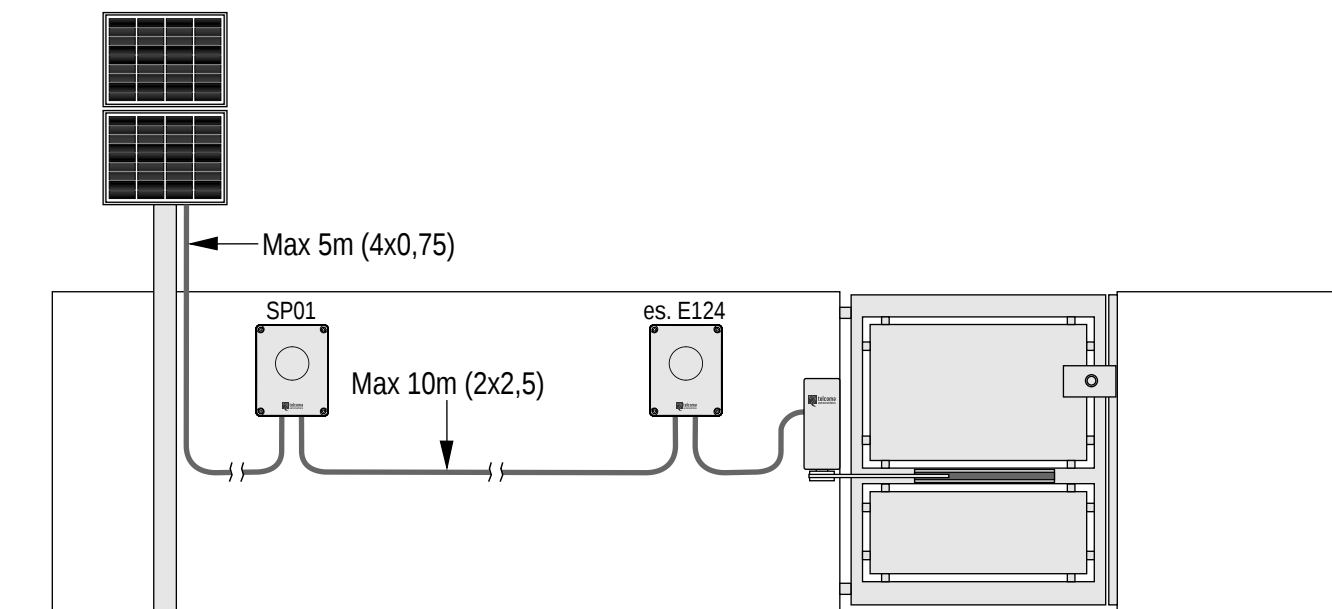

Fig.1
- l'installazione ideale prevede che: i collegamenti di potenza dell'intero impianto (alimentazione 24V e collegamento motore/i) siano il più corti possibile. Per il cavo di alimentazione tra SP01 e la centrale comando consigliamo di non superare i 10m di lunghezza e di usare una sezione minima dei conduttori di 2,5mmq (Fig.1).
- l'installation idéale prévoit que : les connexions de puissance de toute l'installation (alimentation 24 V et connexion moteur/s) soient les plus courtes possibles. Pour le câble d'alimentation entre SP01 et la centrale de commande nous conseillons de ne pas dépasser 10 m de longueur et d'utiliser une section minimum des conducteurs de 2,5 mm² (Fig. 1).
- la instalación ideal prevé que: las conexiones de potencia de todo el sistema (alimentación de 24V y conexión del o de los motores) sean lo más cortas posible. Para el cable de alimentación entre SP01 y la central de mando se aconseja no superar 10 m de longitud y utilizar una sección mínima de los conductores de 2,5 mm² (Fig. 1).
- for an ideal installation: the power supply connections of the entire system (24V power supply and motor connection) must be as short as possible. The power supply cable between the SP01 and control unit should not be more than 10 m long and the minimum wire cross-section should be 2.5 mm² (Fig.1).
- Die ideale Installation sieht folgendes vor: Die Leistungsanschlüsse der ganzen Anlage (Speisung 24V und Anschluss des Motors/en) müssen so kurz wie möglich sein. Für das Speisungskabel zwischen SP01 und Steuerung empfehlen wir, 10 m Länge nicht zu überschreiten und einen Mindestschnitt von 2,5 qmm (Abb. 1) zu verwenden.
- bij een ideale installatie dient ervoor te zorgen dat de aansluitingen voor stroomvoorziening van de gehele installatie (24V-voeding en aansluiting motor(en)) zo kort mogelijk zijn. Voor de voedingskabel tussen SP01 en de besturingseenheid is het raadzaam een lengte van 10m niet te overschrijden en voor de geleiders een minimum doorsnede van 2,5mm² te gebruiken (afb. 1).